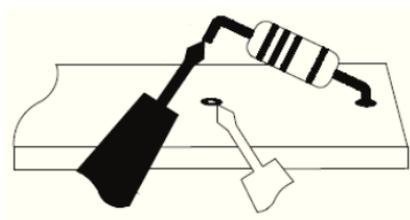

Рисунок 5.1 Отсоединенный компонент
Для измерения тока необходимо отсоединить проверяемое устройство и включить последовательно с ним выводы щупа, см. рис. 5.1.
4. Подключите выводы щупа последовательно к проверяемому устройству согласно рис. 5.1.